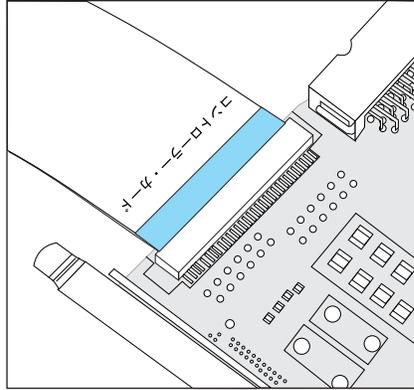
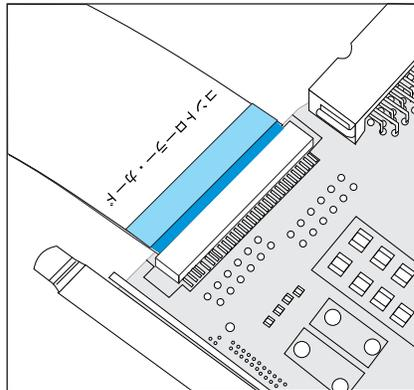

図 90. 正しく取り付けられたサービス・コントローラー・カード・ケーブル
図 91. 正しく取り付けられていないサービス・コントローラー・カード・ケーブル
- b. リボン・ケーブルを再接続する前に、その接点が下方向きであることを確認します。サービス・コントローラーの背面にケーブルを慎重に取り付けます。取り付け中にケーブルがねじれや湾曲が生じないように、まっすぐ取り付けてください。ケーブル・コネクタ端の紺色の線が見えなくなるまで挿入します。これで、ケーブルが完全に装着されます。170 ページの図 90 および 170 ページの図 91 を参照してください。
ラーは完全に装着されています。170 ページの図 90 および 170 ページの図 91を参照してください。